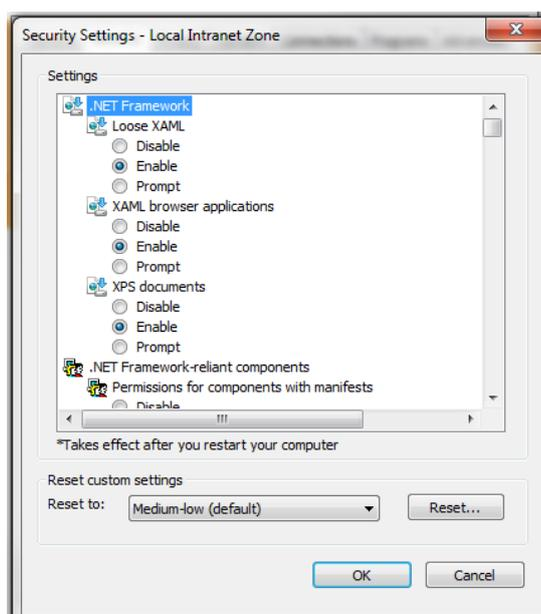

図 3-29 セキュリティの設定 2
- 2) ローカルイントラネットを選択し、レベルのカスタマイズ を選択してポップアップウィンドウ(図 3-29)を開く。